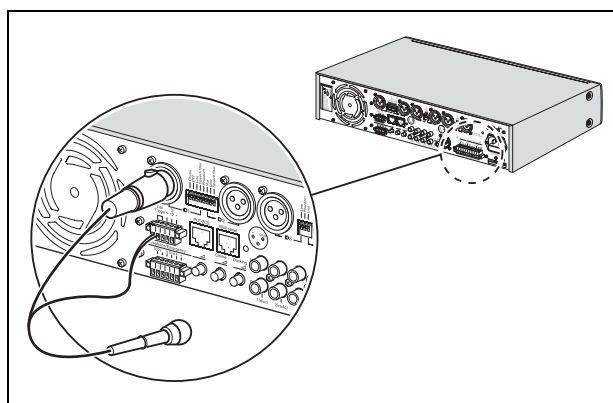

figura 4.3: Conector XLR com contacto
- Conector XLR com contacto. Consulte o figura 4.3.